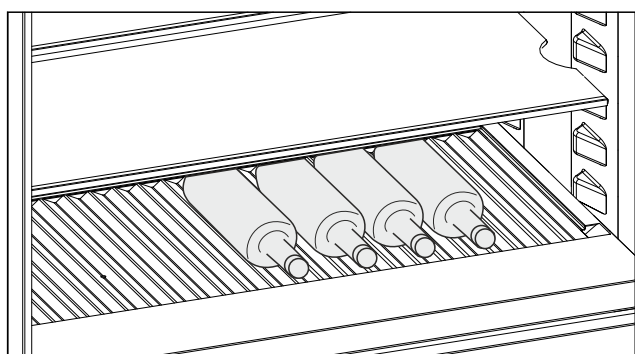

Fig. 207 Примерно изображение
- Поставете бутилките с дъното назад към задната стена. (виж Fig. 207)